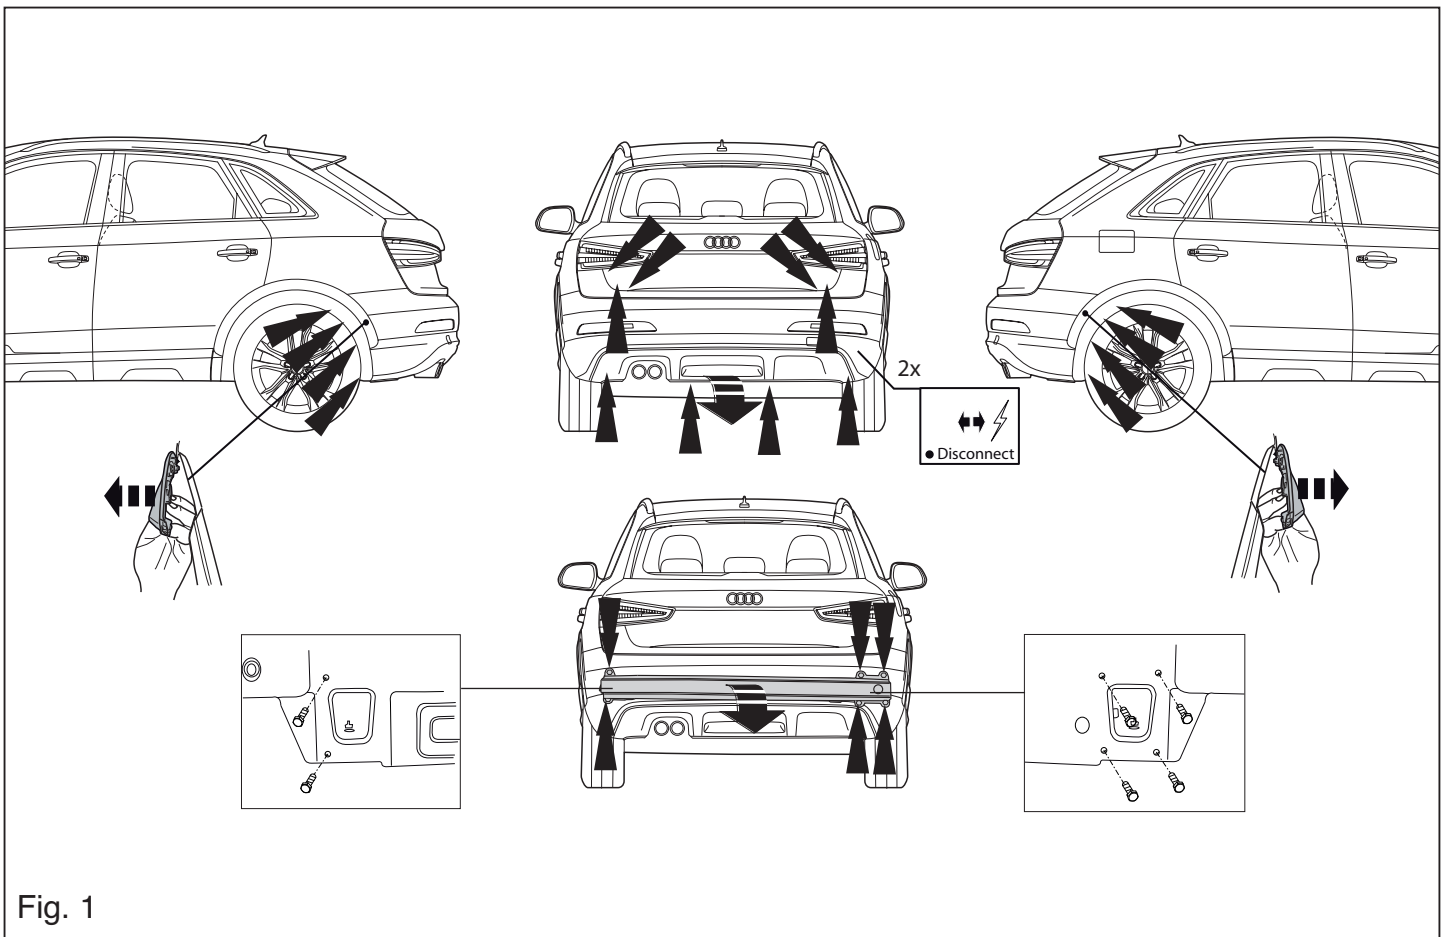

Fig. 1
брус больше не понадобится. См. рисунок 1.
buffer beam will no longer be needed. Replace the bolts. See figure 1.
1. Die Stoßstange einschließlich des stählernen Stoßbalkens vom Fahrzeug abmontieren. Der Stoßbalken wird nicht mehr benötigt. Schrauben wieder anbringen. Siehe Abbildung 1.